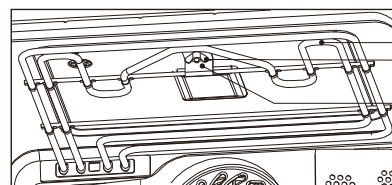
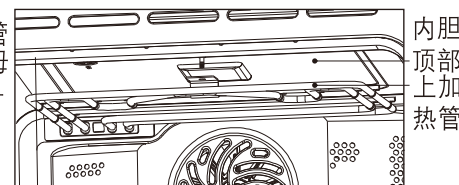

图1
图2
5. 为方便清洁内胆顶部，可将上加热管向下翻转。将蝶形螺母逆时针旋出（如图1），加热管前端固定片可从双头螺柱中脱出，可向下翻转约20度（如图2）。重新固定上加热管，按反方向操作，将上加热管固定片扣回至双头螺柱中，顺时针旋紧蝶形螺母即可扣住。